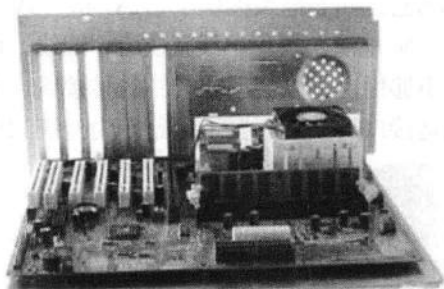

图 1-1-8 主板
(1) 将机箱或主板附带的固定主板用的螺钉柱和塑料钉旋入主板和机箱的对应位置。
(2) 将机箱上的 I/O 接口的密封片撬掉。
(3) 将主板对准 I/O 接口放入机箱，如图 1-1-8 所示。
(4) 将主板固定孔对准螺钉柱和塑料钉，然后用螺钉将主板固定好。
(5) 将电源插头插入主板上的相应插口中。这是 ATX 主板上普遍具备的 ATX 电源接口，只需将电源上同样外观的插头插入该接口既可完成对 ATX 电源的连接。如图 1-1-8 所示是 P4 主板和电源中独具的电源接头，可一一对应插好。